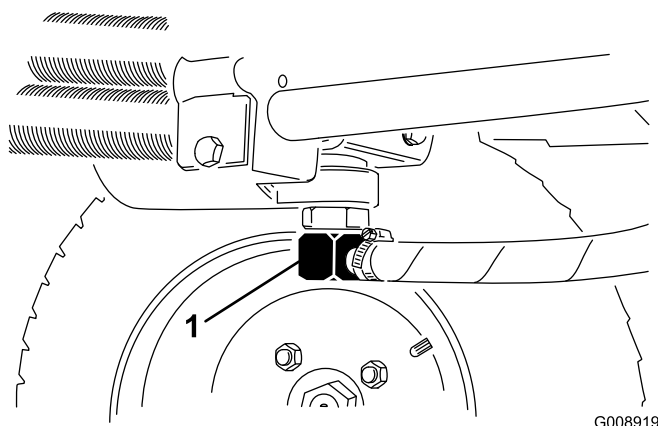
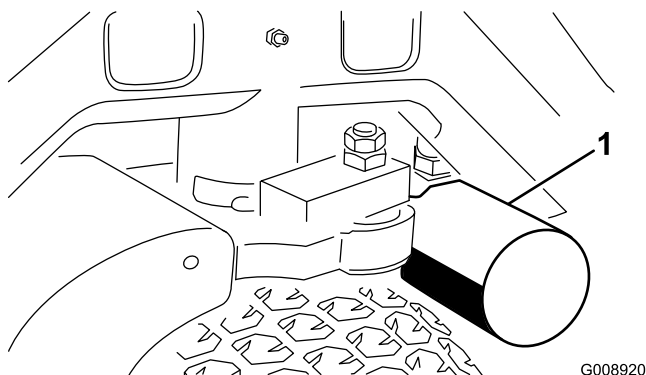

Figure 72
Figure 73
2. Débranchez la conduite hydraulique (Figure 72) ou enlevez le filtre hydraulique (Figure 73) et laissez couler l'huile dans un bac de vidange.
4. Placez un bac de vidange sous le filtre (Figure 73) et enlevez le filtre.